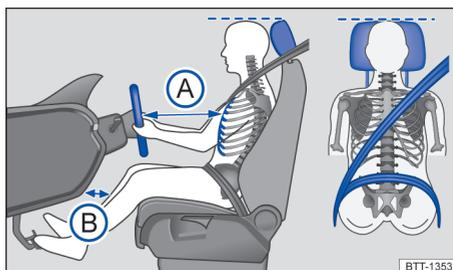

Fig. 18 Distância correta do condutor em relação ao volante, posição correta do cadoarço do cinto de segurança e ajuste correto do apoio para cabeça.
- Ajustar o banco de modo que a distância entre o volante e o tórax tenha no mínimo 25 cm → Fig. 18 (A) e que o condutor possa segurar o volante pela borda externa com as duas mãos e os braços ligeiramente dobrados.
- Ajustar o banco do condutor na direção longitudinal de modo que os pedais possam ser acionados com as pernas ligeiramente arqueadas e a distância para o painel de instrumentos na área do joelho seja de, no mínimo, 10 cm → Fig. 18 (B)
- Para os bancos com apoio para cabeça: ajustar o apoio para cabeça de modo que a sua borda superior se encontre preferencialmente na mesma linha da parte superior da cabeça → Fig. 18 – porém não abaixo da altura dos olhos. Posicionar a parte posterior da cabeça o mais perto possível do apoio para cabeça.